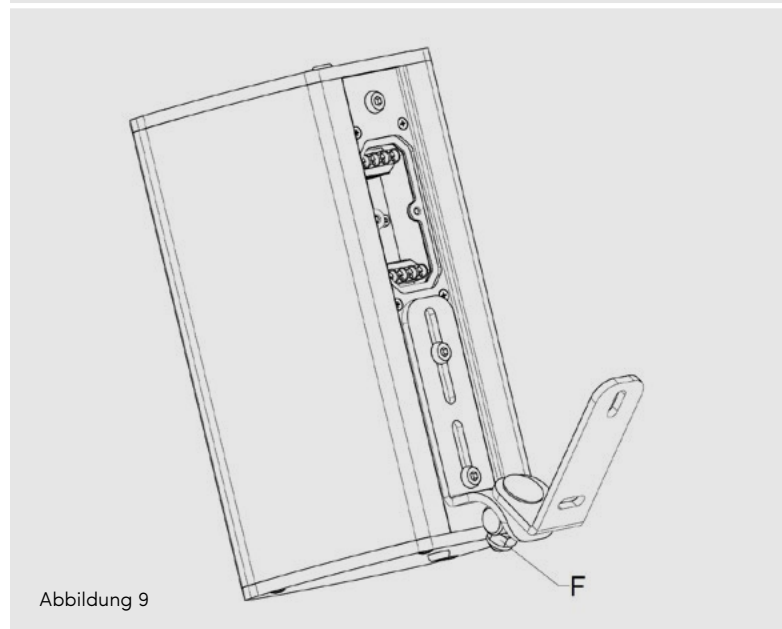

Abbildung 9
4. Ziehen Sie die M8-Mutter (F) so weit an, dass Sie den Lautsprecher noch drehen und neigen können. Stellen Sie den gewünschten Dreh- und Neigungswinkel ein. SIEHE ABBILDUNG 9.
5. Sind Neigung und Drehung zufriedenstellend, ziehen Sie die M8-Mutter (F) auf ein Drehmoment von 18 Nm an.